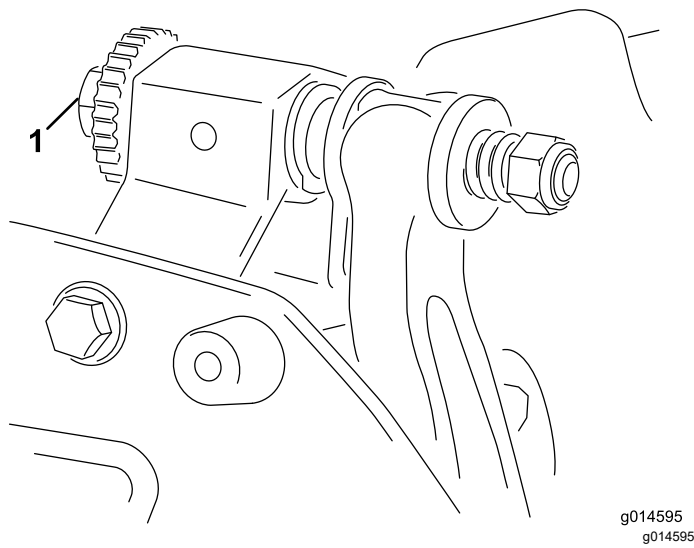

図 5
- A. ベッドバー調節ねじ **図 5** を 1 クリックずつ均等に締めながら、ごく軽い接触が得られるようにする。
6. シムを左右に滑らせながら右側のベッドバー調整ねじ 図 5 を回して、シムに 軽い 圧迫シムが挟まれる感じを感じる程度に調整する。シムを抜き取る。